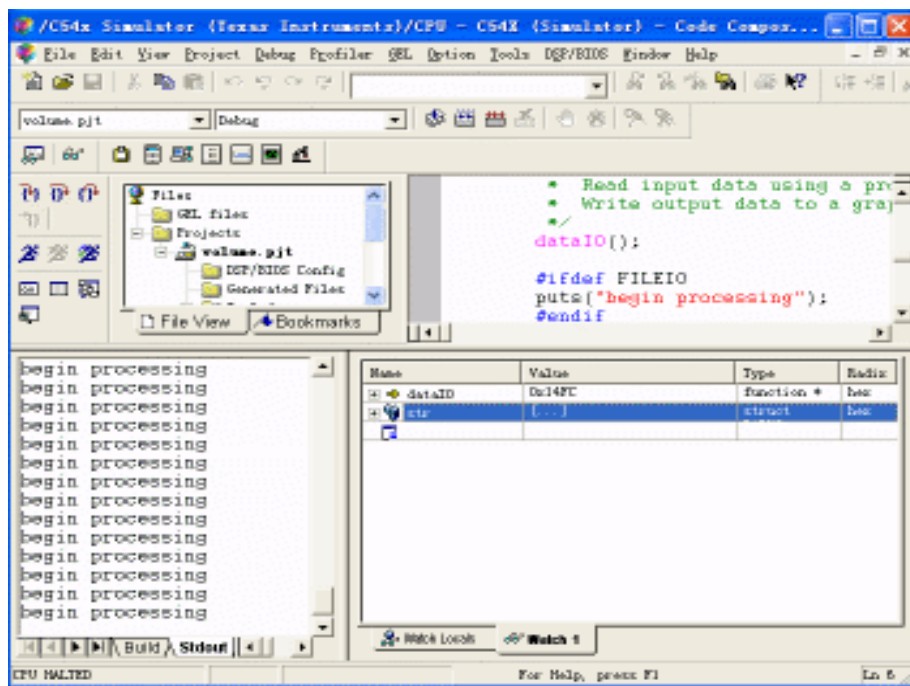

图 1-10 变量观察窗口（三）
- (1) 选择 **Watch1** 选项。
- (2) 在 **Name** 栏单击表达式按钮 ，并将 **str** 作为变量名输入，如图 1-10 所示。